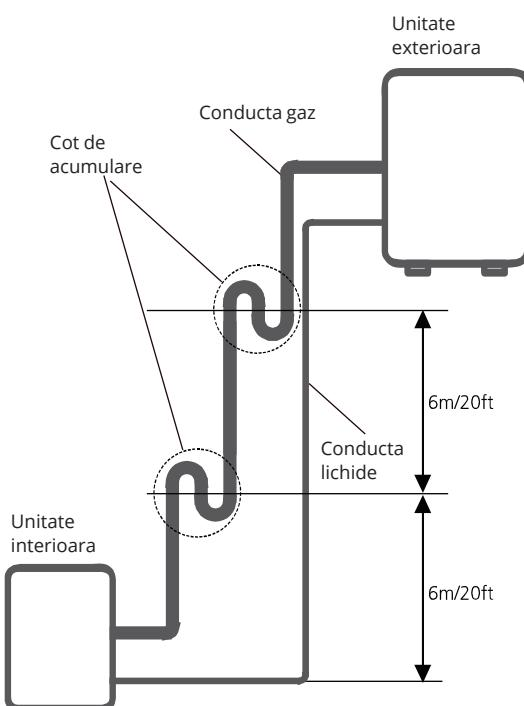

Fig. 7.3
- Se recomanda ca aspiratoarele sa nu fie montate invers. Nivelul optim de return al uleiului trebuie mentinut cu ajutorul vitezei de aspirare a gazului. Daca vitezele scad sub 7.62m/s(1500 picioare/m), returnul va scadea. Instalati coturile la fiecare 6m (20 picioare) (Vezi Fig 7.3)